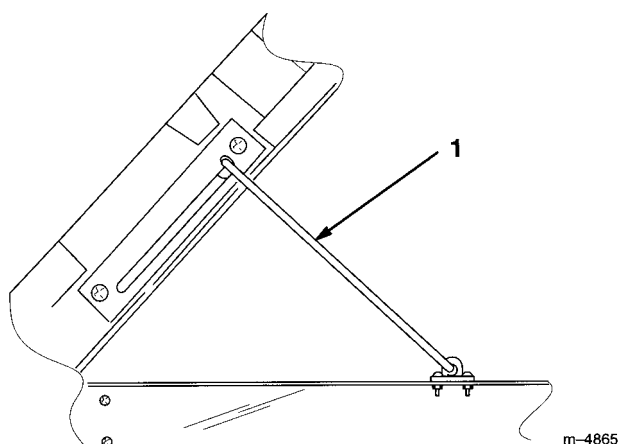

図21
3. 荷台を一番高い位置からわずかに降ろすとプロップロッドが固定される（図21）。